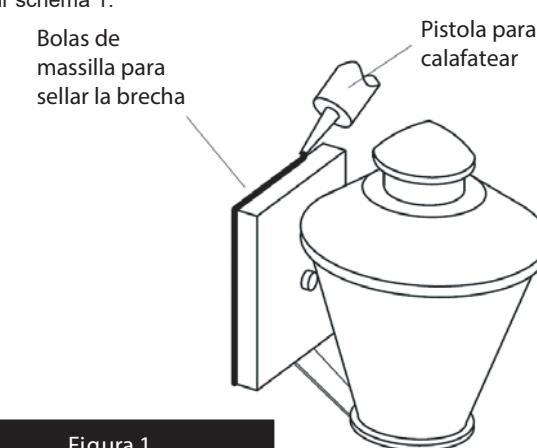

Figura 1
- Conecte el cable de alimentación positivo (A) (normalmente negro o la cara lisa, sin marcas del cable de dos conductores) de plomo accesorio positivo (B) con un giro de tamaño adecuado en el conector – **Véase la Figura 1 y 2.**
- Conecte el cable de alimentación negativa (C) (por lo general de color blanco o el lado marcado estriado del cable de dos conductores) de plomo accesorio negativo (D).
Para conectar a tierra en un sistema eléctrico de 3 hilos, fije el cable de tierra del artefacto (E) (generalmente de cobre o verde recubierto de plástico) a la brida de montaje accesorio (M) con el tornillo de tierra (S) – **Véase la Figura 1.**